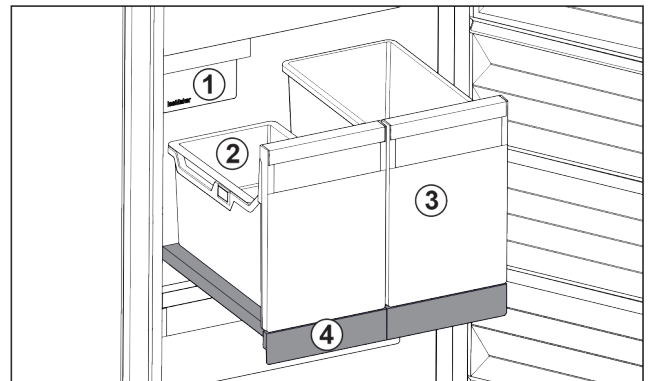

Fig. 103 Vetotaso IceTowerilla
- (1) IceMaker
- (2) Ripustettava jääpala-kulho
- (3) Säiliö esim. pizzalle, alkoholijuomille
- (4) Vetotaso
Vetotasossa on kaksi korkeaa säiliötä (IceTower). Säiliö on tarkoitettu Fig. 103 (2) IceMakerin jääpalojen keräämiseen ja säilyttämiseen. Säiliö Fig. 103 (3) soveltuu korkeiden ruokatarvikkeiden säilytykseen, esimerkiksi pizzojen tai alkoholijuomien.